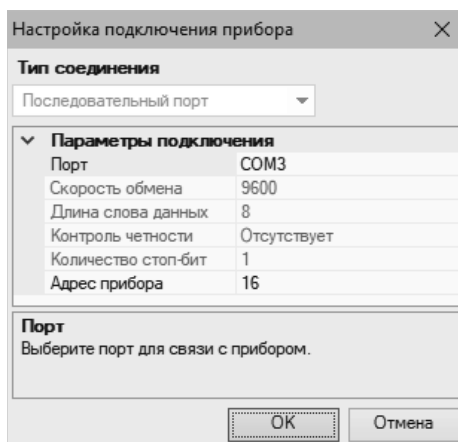

Рис. 9.67. Настройка СОМ-порта
- Настроить СОМ-порт. Для этого в диспетчере устройств компьютера в разделе *Порты (СОМ и LPT)* определить к какому порту подключился контроллер и установить этот порт в настройках подключения прибора. Для этого пройти по ссылкам *Прибор > Настройка порта*. Появится окно, показанное на рис. 9.67.